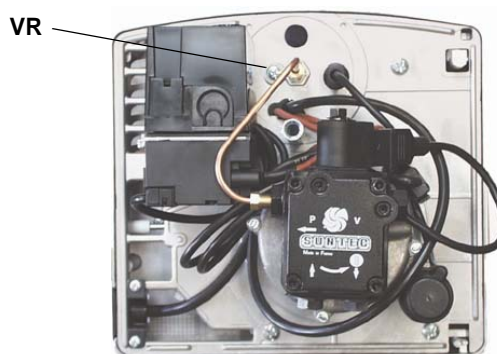

Fig. 22
- 1 Agganciare la piastra in uno dei modi indicati in Fig. 22 e Fig. 23 per facilitare le operazioni di manutenzione.